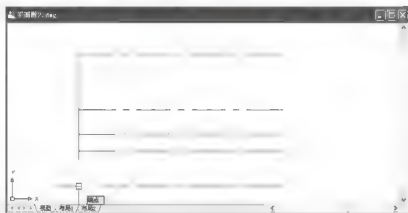

图 2.26 绘制 1 轴线
(1) 单击状态栏上的【对象捕捉】按钮或按 F3 键(F3 为【对象捕捉】功能的快捷键), 启动【对象捕捉】命令。
(2) 单击【绘图】工具栏上的【直线】图标或在命令行输入“L”并按 Enter 键, 启动【直线】命令。
① 在\_line 指定第一点: 提示下, 将十字光标的交叉点放在 E 轴线的左端点处, 出现黄色端点捕捉方块及端点光标提示后单击, 则直线的起点绘制在 E 轴线的左端点处。
② 在指定下一点或[放弃(U)]: 提示下, 将十字光标的交叉点放在 A 轴线的左端点处, 出现黄色端点捕捉方块及端点光标提示后(如图 2.26 所示)单击, 则直线的第二点绘制在了 A 轴线的左端点处。
③ 按 Enter 键结束【直线】命令。